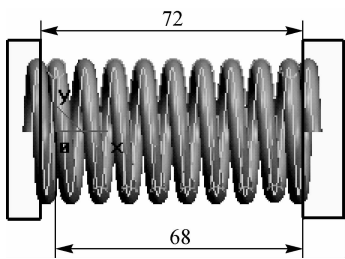
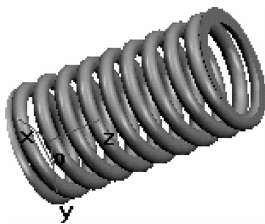

图 3-44 拉伸除料的草图
图 3-45 压缩弹簧的实体造型
(8)以平面 XZ 为基准面,生成草图轮廓,如图 3-44 所示。单击  按钮,弹出“拉伸除料”对话框,选取“贯穿”,单击  按钮,完成操作,作图结果如图 3-45 所示。